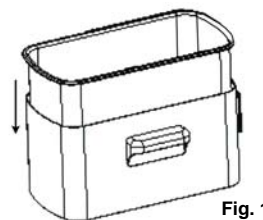

Fig. 1
1. Installez le réservoir d'huile dans le carter de la friteuse. (Fig. 1)